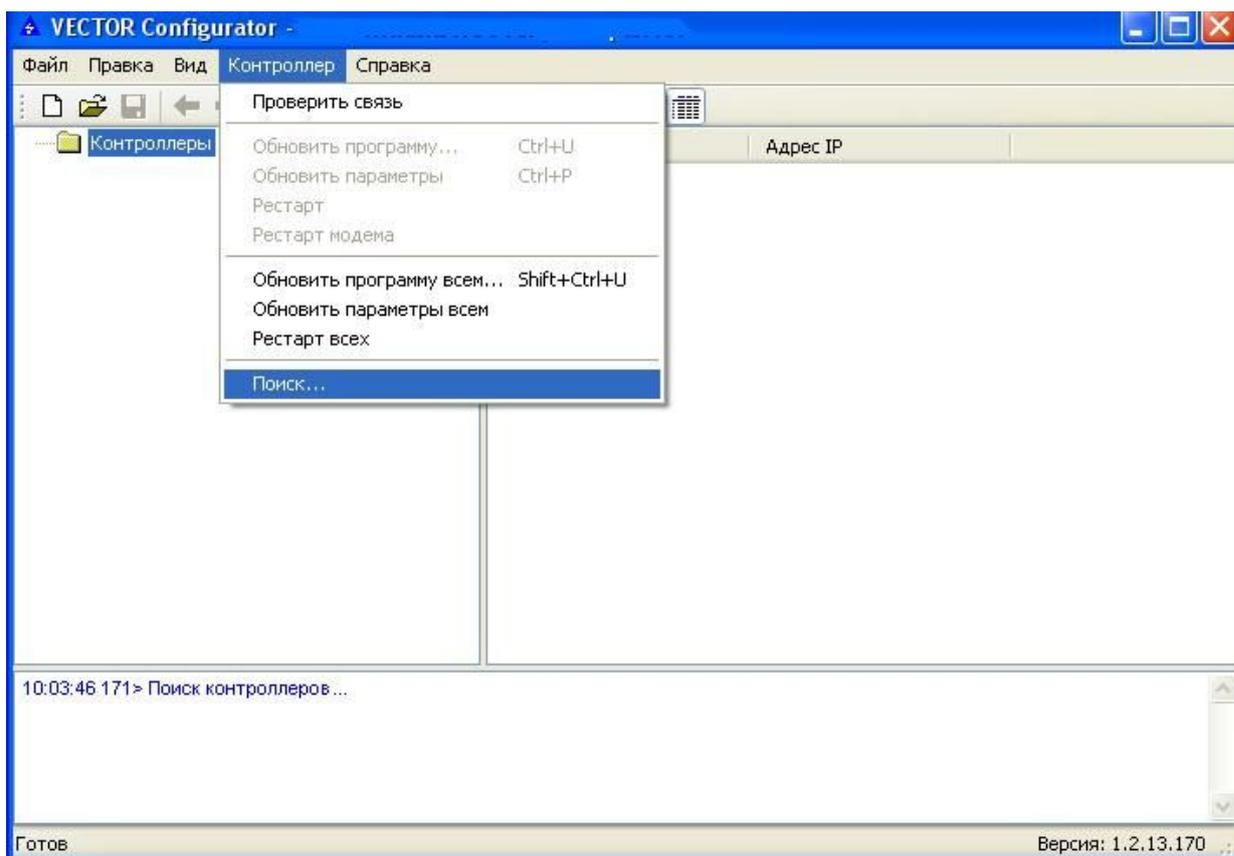

Рисунок 3 – Поиск контроллеров в сети
- 3) через меню **Контроллер/Поиск...** выполните поиск вашего контроллера в сети (рисунок 3);